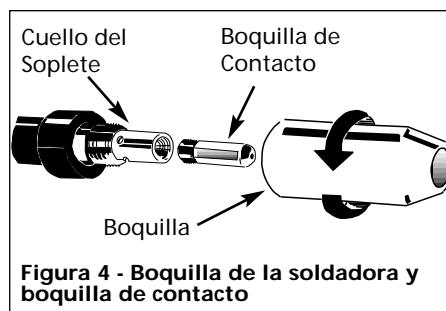

Figura 4 - Boquilla de la soldadora y boquilla de contacto
7. Para desconectar la boquilla, gírela en sentido contrario a las agujas del reloj. Después, desconecte la boquilla de contacto del extremo del soplete (Vea la Figura 4). Conecte la soldadora a un tomacorrientes adecuado.
9. Cuidadosamente coloque el sistema de contacto y atorníllelo al extremo del soplete. Para instalar la boquilla, gírela en el mismo sentido de las agujas del reloj (Vea la Figura 4). Corte el alambre a aproximadamente 6,4 mm (1/4") de la boquilla.